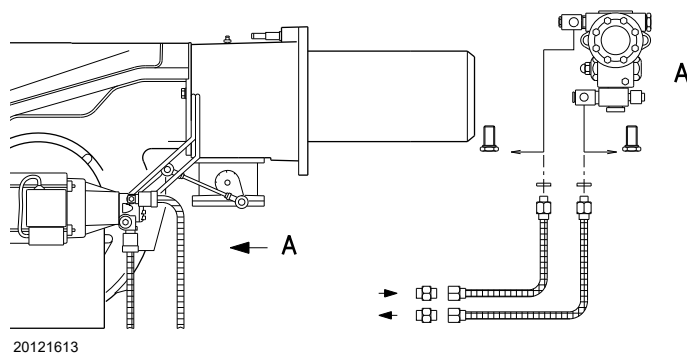
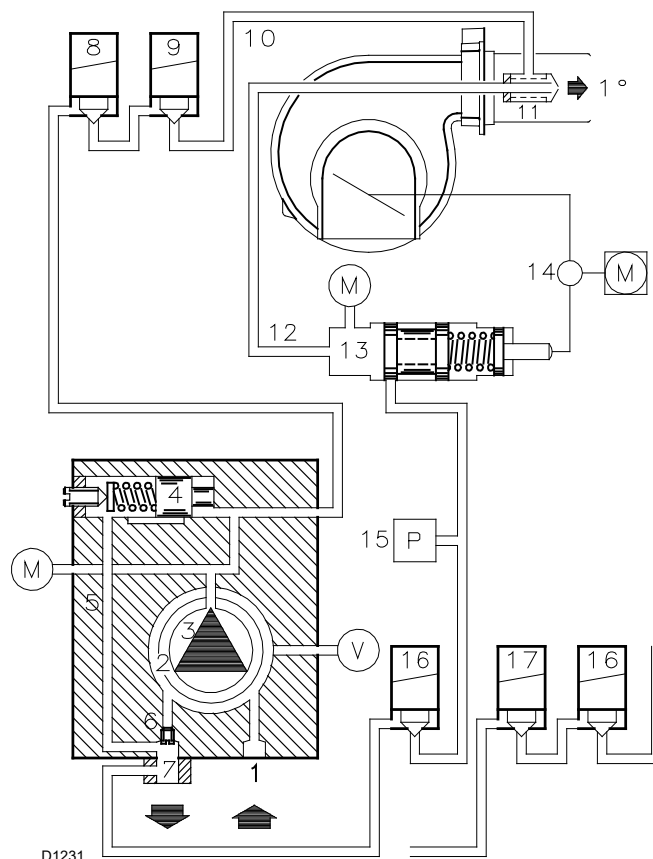

Рис. 28
Рис. 29
Вони встановлюються на пальник з байпасом, перекритим гвинтом 6)(Рис. 29). Необхідно підключити обидва гнучкі шланги до насоса (Рис. 28). Якщо насос запустити із закритою зворотною лінією та вставленим гвинтом байпасу, він негайно вийде з ладу.
- Насос 3)(Рис. 29) всмоктує паливо з бака через трубу 1) і подає його під тиском у паливну лінію.
Умовні позначення (Рис. 29)